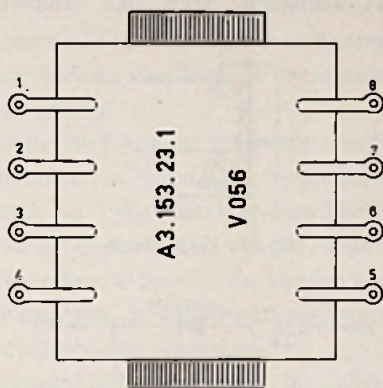

Fig. 3. Luidsprekerrafo (van boven gezien)
27) Luidsprekertrafo in de bedrading. Deze trafo heeft het code-nummer A3. 153.23.1 — V 056. Deze wordt gemonteerd op het chassis vlak boven de sterkte-regelaar, en wel zo dat de A van het code-nummer het dichtst bij de knop van de sterkteregelaar staat. Voor de aansluitingen verwijzen we naar *afbeelding 3*. Contact 1 wordt verbonden met contact 7 (anode) van B5 (PL82). In de schakeling was oorspronkelijk een afgeschermede leiding gebruikt. Omdat nu een vrij korte verbinding mogelijk is, wordt afgezien van afgeschermd draad wegens het gevaar voor sluiting met de bedrading. Contact 2 wordt een rood/witte draad naar het buitenste contact op de afvlaksmoorspoel. Contact 3 wordt niet gebruikt. Contact 4 wordt een geel/zwarte draad naar lip 5 op de kleine draadsteun. Contact 5 is een zwarte draad naar massa. Contacten 6 (grijs) en 8 (zwart) gaan naar de luidspreker AD3700M. Contact 7 gaat naar de kleine luidspreker AD2300Z, die via een bipolaire elco (50 μ F - 30 V) weer